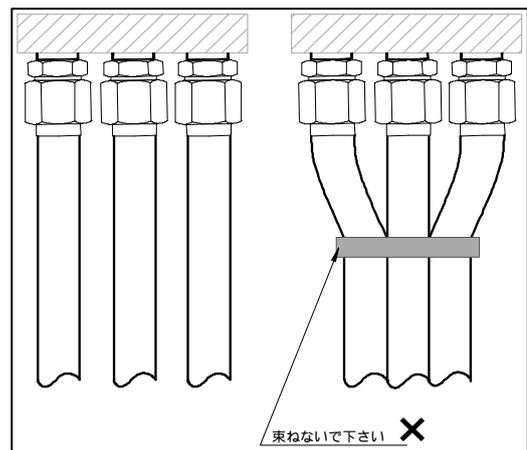

図4
- ホースが長い場合、途中でホースを支えてください。また、複数のホースを束ねることもホースの抜けの原因となります。（図4参照）